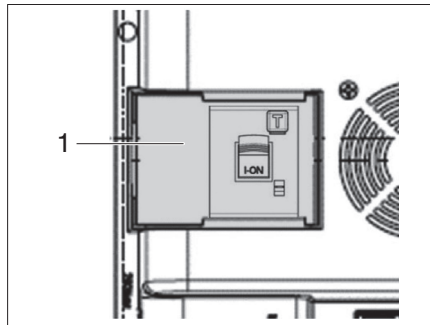

Figure 57 Disjoncteur combiné 230 Volts
Le courant de bord de 230 Volts (raccordement extérieur) est équipé d'un disjoncteur combiné (Figure 57, 1) installé sur l'E-Box. Celui-ci comprend un dispositif de protection contre les courants de défaut (FI) et la protection des lignes. Le disjoncteur combiné réagit en cas de court-circuit, de courant de défaut et de surcharge dans le réseau de ligne.